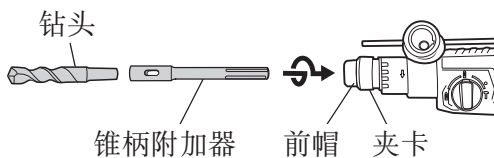
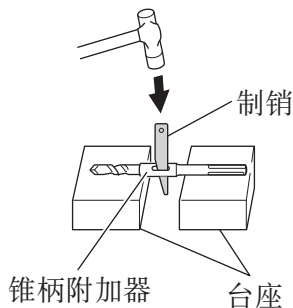

图 16
图 17
- (1) 把锥柄附加器安装在锤钻上。(图 16)
- (2) 把钻头 (锥柄) 安装在锥柄附加器上。(图 16)
- (3) 接通开关，按预定深度钻开一个孔口。
- (4) 拆卸钻头时，可将制销插入锥柄附加器的缝隙，把钻头放在台座上，用锥子敲打制销头部。(图 17)